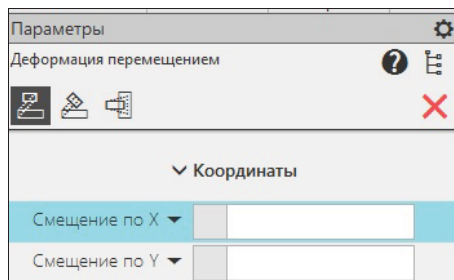

Рис. 11.23. Панель Параметры: деформация перемещением
- ◆ выберите часть объекта на Эскизе 8 для деформации с помощью прямоугольной рамки. Наименование выбранного объекта отобразится в поле **Объекты** на панели **Параметры: Деформация перемещением** (рис. 11.23);